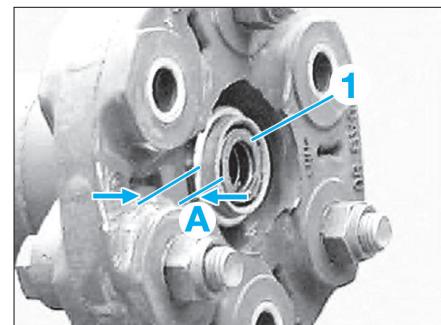

Fig. 6
- Lors du remontage de la nouvelle douille, respecter le dépassement A = 4 (+2) mm de la douille de centrage (1) (Fig.6).